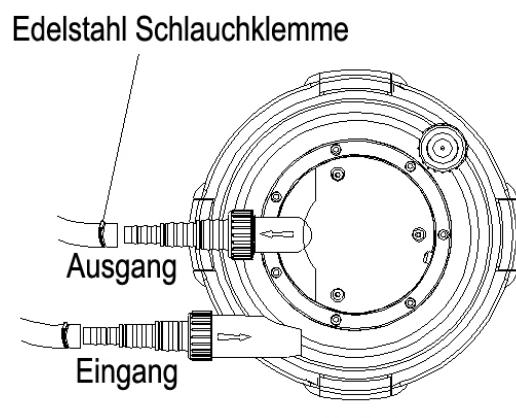

Bild 2
2. Schließen Sie die Pumpe mit einem flexiblen Schlauch an die Schlauchtülle „Pfeil rein“ – Symbol. Für den Rücklauf schließen Sie den Schlauch an die Tülle „Pfeil raus“-Symbol an. Verwenden Sie zur Fixierung vom Schlauch Edelstahl-Schlauchklemmen für eine gute und dichte Schlauchverbindung (Bild 2).